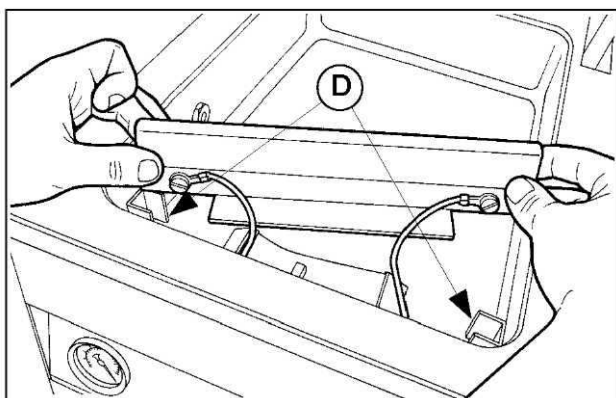
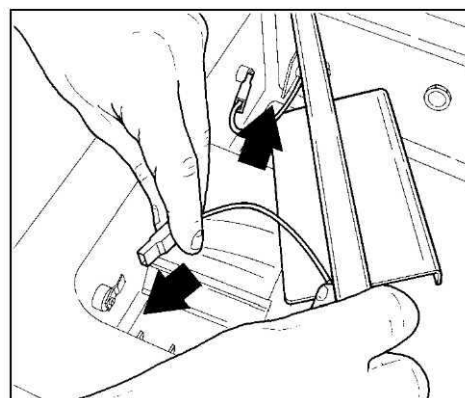

Рис. 6
Рис. 7
5) Установить планку в паз (D - рис. 6) и подключить соединительные провода (рис. 7).